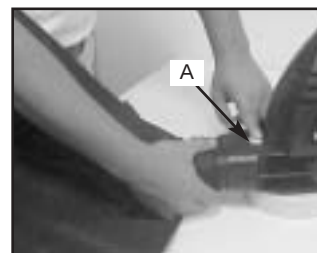

FIG. 4-2C
2. Press down the yellow button (A) on the unit and remove vacuum bag. (Fig. 4-2C)
2. Pousser le bouton jaune (A) sur l'unité et retirer le sac d'aspiration. (Fig. 4-2C)
2. Presione hacia abajo el botón amarillo (A) en la unidad y remueva la bolsa de aspiradora. (Fig. 4-2C)